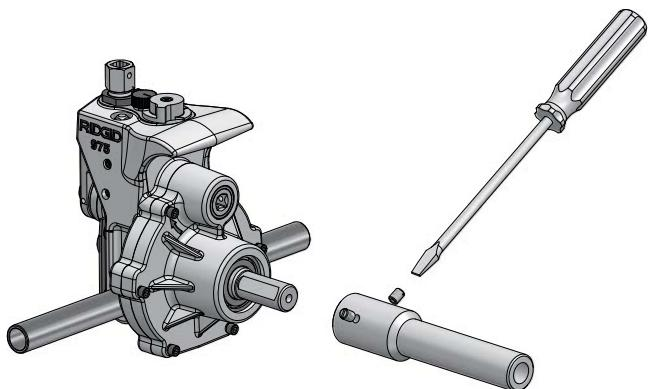

Figure 4 – Montage de l'adaptateur d'arbre d'entraînement
1. Montez l' adaptateur sur l' arbre d' entraînement de la rainureuse (*Figure 4*) en serrant à fond ses vis de blocage sur les plats de l' arbre de la rainureuse.